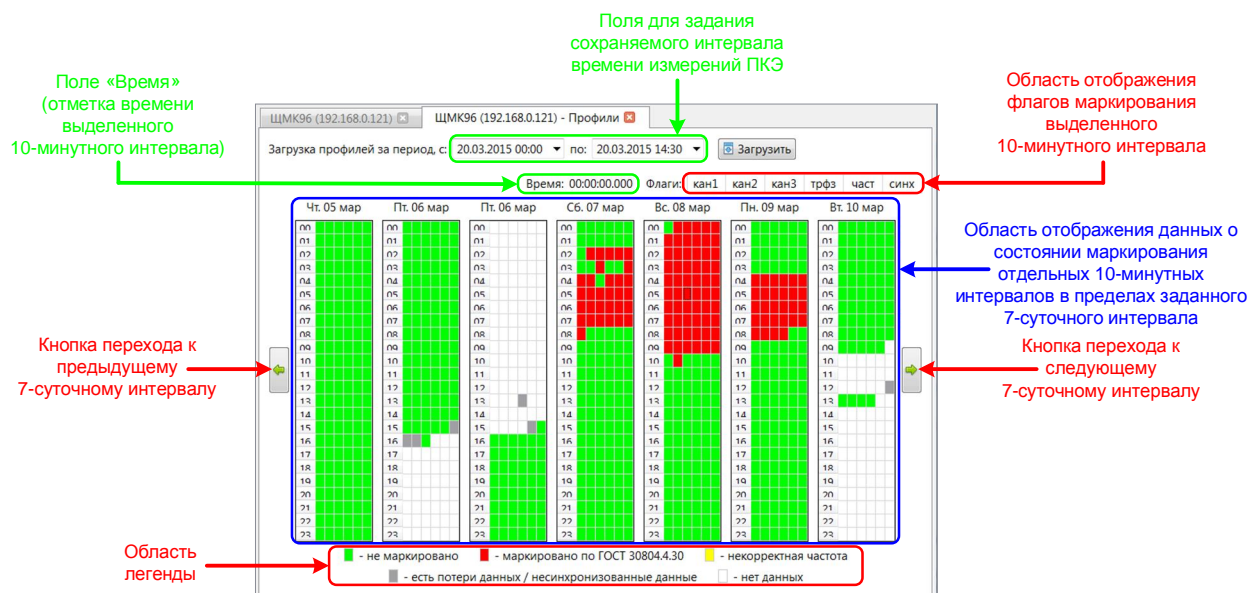

Рисунок 31 – Основные элементы экранной формы «Профили»
Вкладка (экранная форма) «Профили» (см. Рисунок 31) содержит в себе следующие основные информационно-управляющие элементы:
также день недели) отображается над соответствующим столбцом в формате «<День_недели>. <Число_месяца> <месяц>» (например, «Чт. 05 мар» – см. Рисунок 31).
Примечание 2: Отметку времени 10-минутного интервала можно получить, наведя мышью на соответствующий прямоугольный элемент в области отображения данных о состоянии маркирования отдельных 10-минутных интервалов в пределах 7-суточного интервала. При этом требуемая отметка времени будет отображена в поле «Время» экранной формы (см. Рисунок 31).
7.3.1 Для сохранения профилей с прибора на внешний носитель необходимо предварительно задать требуемый интервал времени сохранения профилей. Для этого, находясь на экранной форме «Профили» прибора, в полях «Загрузка профилей за период, с:» и «по:» экранной формы (в верхней части экранной формы – см. Рисунок 31) необходимо задать требуемые отметки времени, соответственно, начала и окончания интервала времени сохранения профилей. Каждая из указанных двух отметок задается датой и временем (часы, минуты) начала/окончания соответствующего интервала (см. ниже Примечание 1).